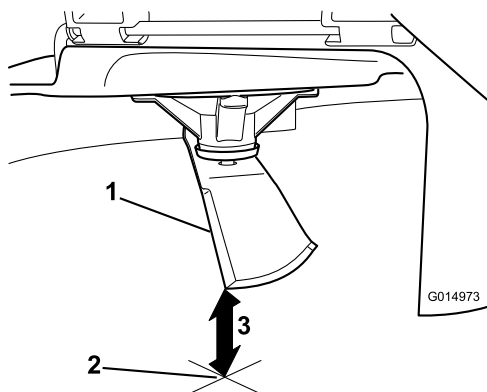

Рисунок 69
5. Измерьте расстояние от конца ножа до плоской поверхности (Рисунок 69).